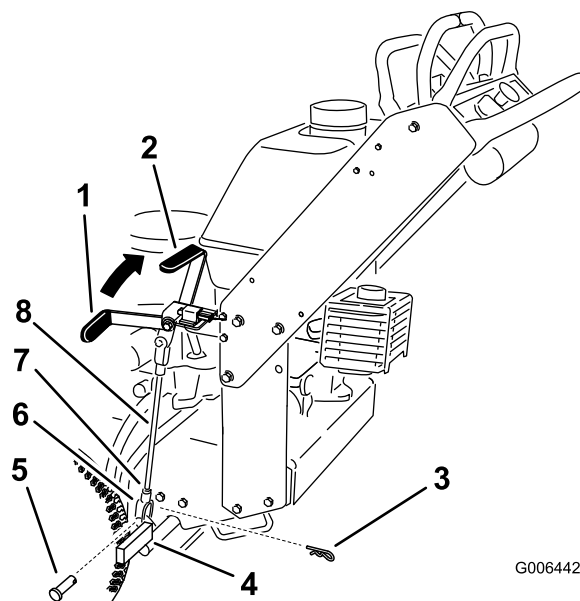

Figura 36
Nota: Quando il freno è innestato, la maniglia del freno dovrebbe essere in posizione ore 1 (Figura 36).
5. Allentate i dadi ad alette superiore ed inferiore (Figura 36).
6. Per regolare il freno, togliete la coppiglia e il perno con testa dalla leva del freno inferiore (Figura 36).
7. Ruotate l'asta del freno nelle forcelle. Per fissare i freni, allungate l'asta tra le forcelle. Per allentare i freni, accorciate l'asta tra le forcelle (Figura 36).
8. Fissate la forcella alla leva del freno inferiore con una coppiglia a forcina e un perno con testa (Figura 36).
9. Serrate i dadi ad alette superiore ed inferiore (Figura 36).